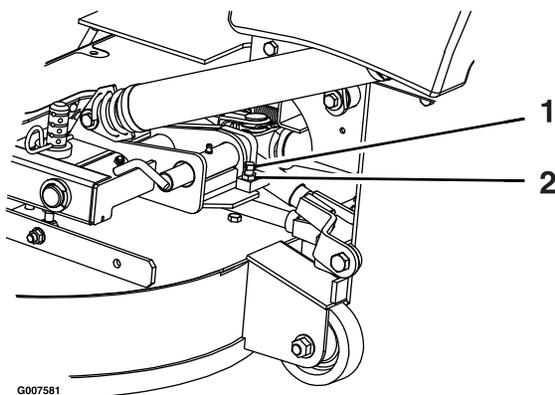

Figure 67
2. Desserrez l'écrou de blocage et tournez la vis de butée dans le sens horaire jusqu'à ce que la goupille de verrouillage soit serrée et ne puisse pas être tournée à la main (Figure 67).